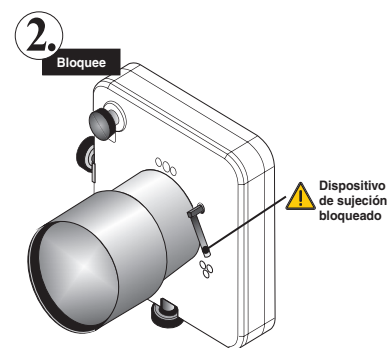

Figura 2-8 Bloqueo de la lente en su posición
4. Coloque el sujetador de la lente en la posición de abajo (DOWN) para fijar el conjunto de la lente en su sitio. Consulte la **Figura 2-8**.